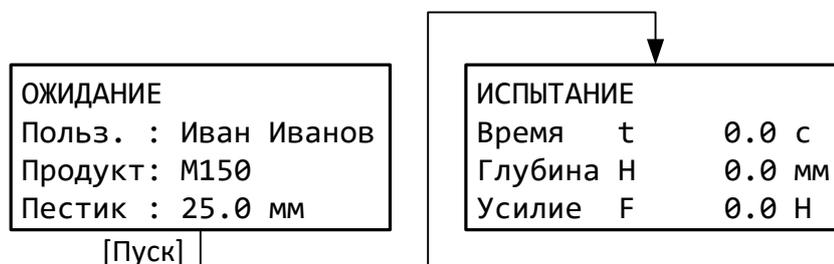

Рисунок 8 – Окно испытания.
4.5.2 Нажать [Пуск] – пестик медленно опустится до касания пробы, откроется окно испытания (рисунок 8).